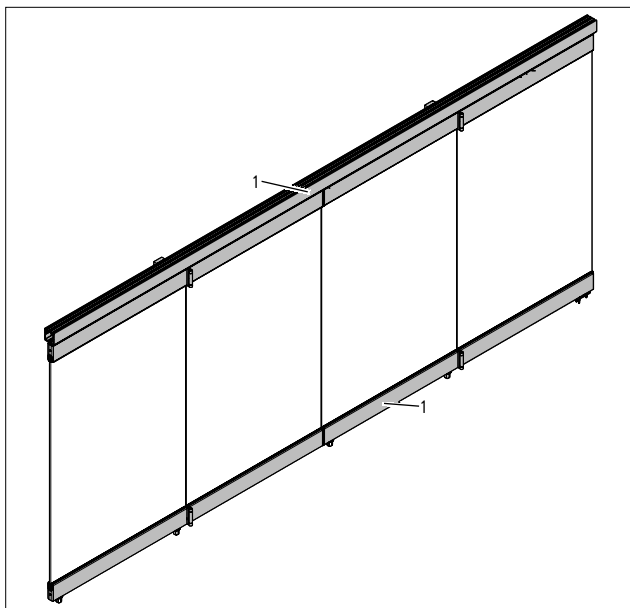

Abb. 22 Metallteile der Faltschiebewand
1. Lackierte Metallteile mit Glasreiniger reinigen (Abb. 22/1).